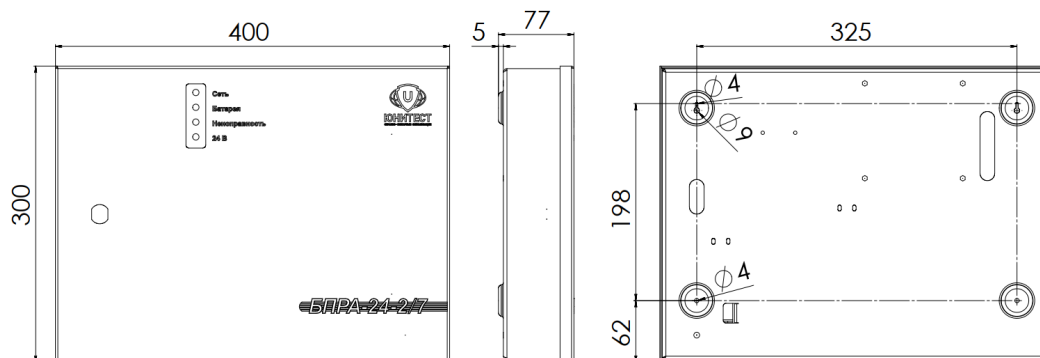
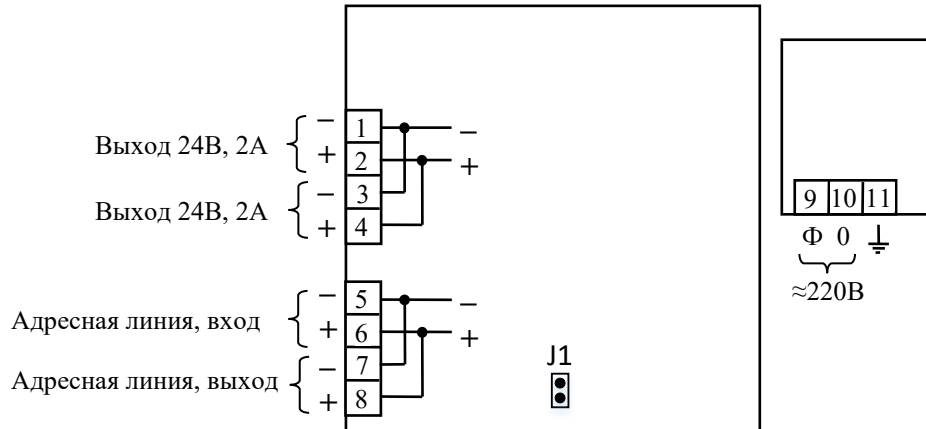

Рис.1. Габаритные и установочные размеры МАКС-БПРА.
Рис.2. Схема подключения БПРА.
2.1.1. При проектировании размещения устройств пожарной автоматики необходимо руководствоваться Сводом правил СП 5.13130.2009. Габаритные и установочные размеры БПРА показаны на рис.1, принципиальные схемы подключения – на рис.2.
2.2.1. БПРА (см. рис.2) поставляется с установленными джампером 1 (программирование адреса).